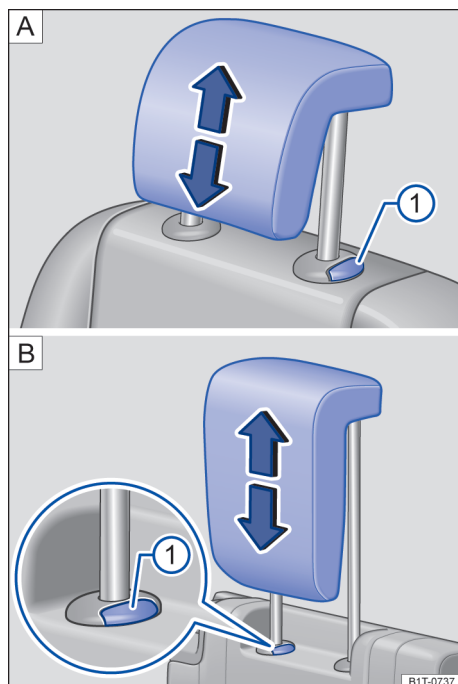

Fig. 93 Remover o apoio para cabeça atrás: A) segunda fileira de assentos, B) terceira fileira de assentos.
- Retirar o apoio para cabeça com o botão → Fig. 93 pressionado.